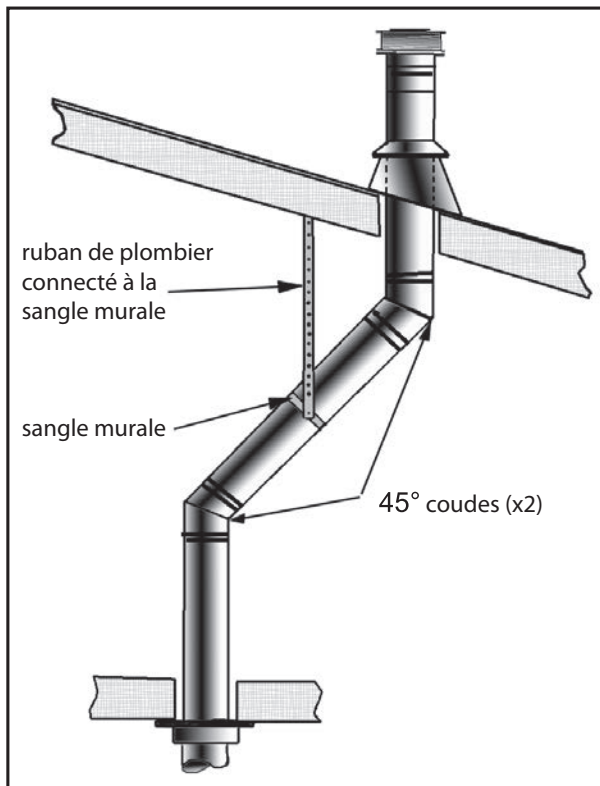
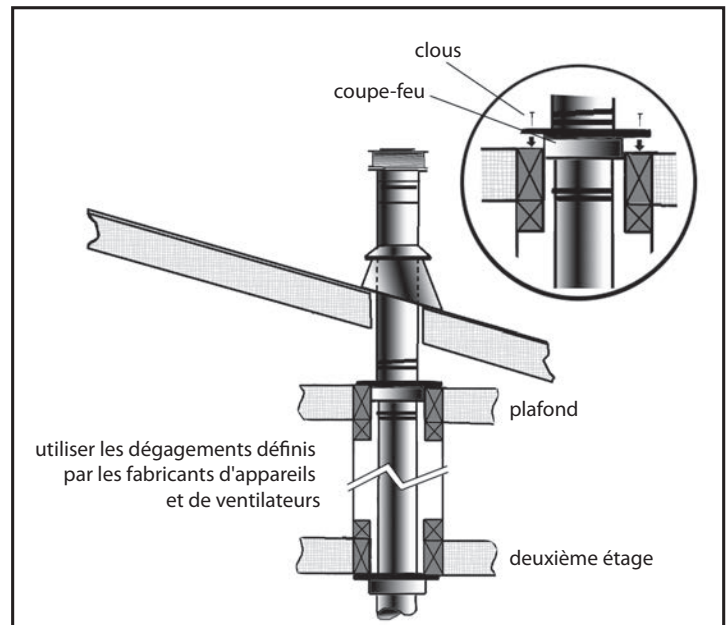

Figure 60: Utilisation de sangles murales
Figure 61: Installation de tuyaux de ventilation sur plusieurs étages
Tableau 8: Dimension minimale 'H' pour Figure 61.
- (1) Si un décalage dans le grenier est nécessaire pour éviter les obstructions, il est important de soutenir le tuyau d'évent tous les 914 mm (3 pi) afin d'éviter toute contrainte excessive sur les coudes et une séparation éventuelle. Des sangles murales sont disponibles à cet effet (voir Figure 60).
- (2) Lorsque cela est possible, utilisez des coudes à 45 ° au lieu de 90 °. Le coude à 45 ° offre moins de restriction au flux de gaz de combustion et d'air d'admission.
- (3) Pour les installations à plusieurs étages; un coupe-feu de plafond est requis au deuxième étage et à tous les étages suivants (voir la Figure 61). L'ouverture doit être encadrée aux dimensions intérieures de 10 "(254 mm) x 10" (254 mm), de la même manière que celle illustrée à la Figure 49.